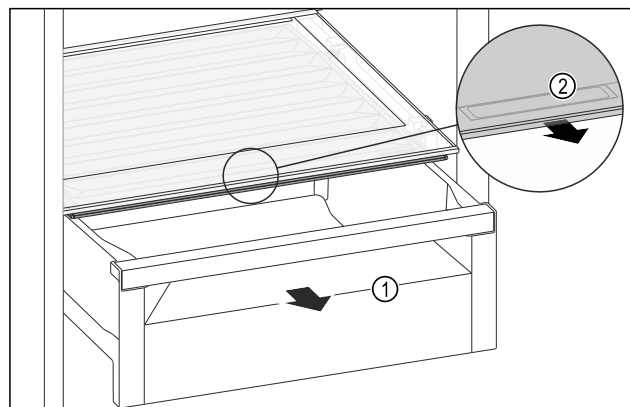

Fig. 123
- Træk skuffen Fig. 123 (1) ud.
- Tag fat i grebsforsænkningen Fig. 123 (2) i bokslåget, og træk samtidigt bokslåget frem.